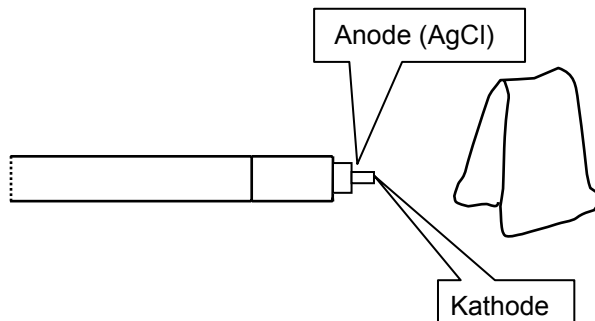

Bild 5
4. Silber/Silberchlorid-Anode vorsichtig mit Zellstoff abwischen (siehe Bild 5).